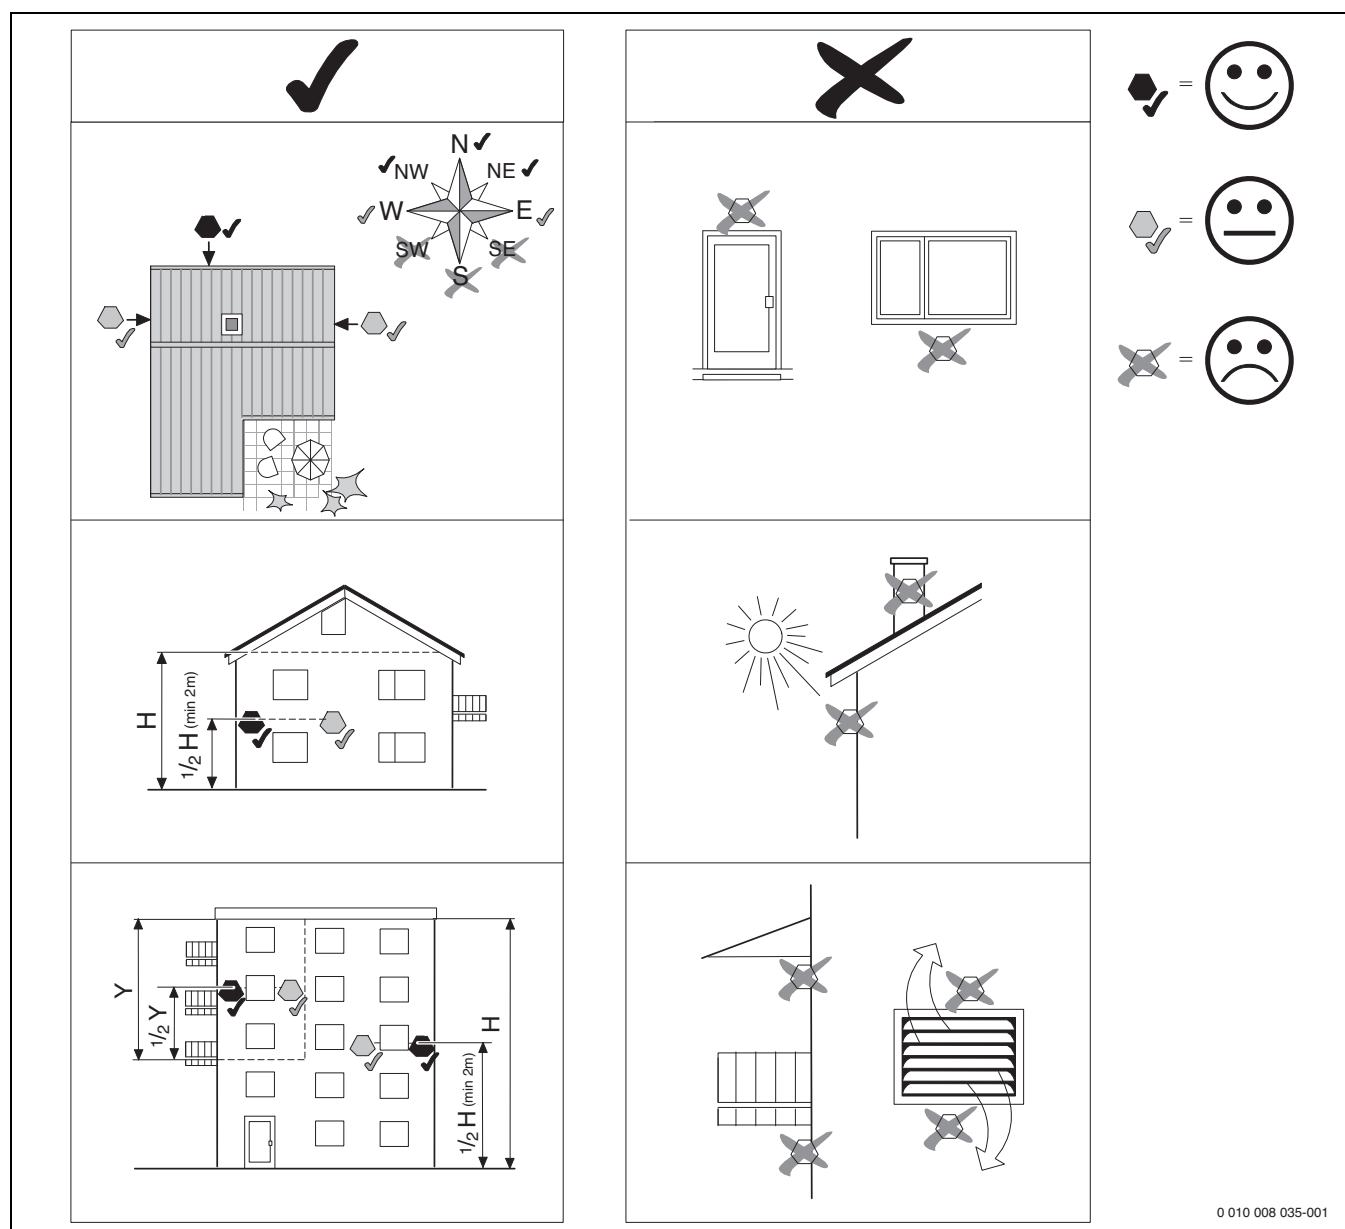

Fig. 8 Montage de la sonde de température extérieure
- Monter la sonde de température extérieure comme décrit dans la figure 8.